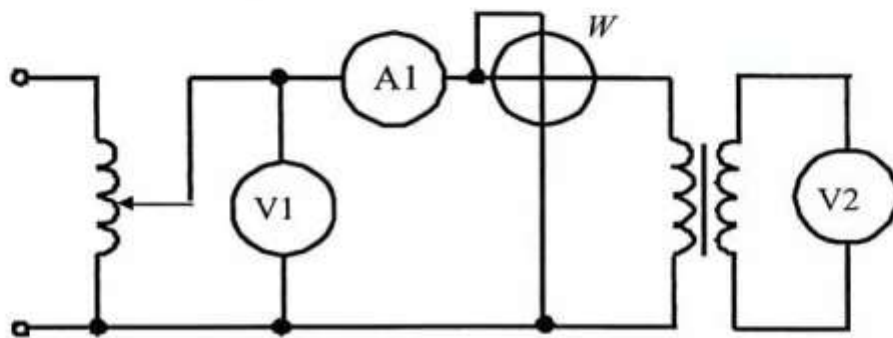

Рис. 6. Схема испытания трансформатора — опыт холостого хода
2. Собрать цепь включения трансформатора в режиме холостого хода, согласно рис. 6. ЛАТРОм установить номинальное напряжение на первичной обмотке трансформатора. В табл. 7 занести показания приборов.